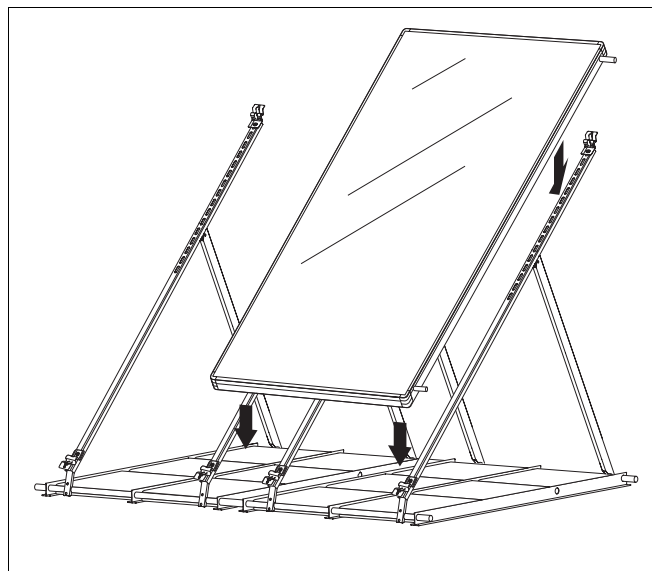

Fig. 37 Colocar el primer colector
- ▶ Coloque el primer colector (fig. 37) en el centro de las hendiduras de los soportes de colector previamente montados.